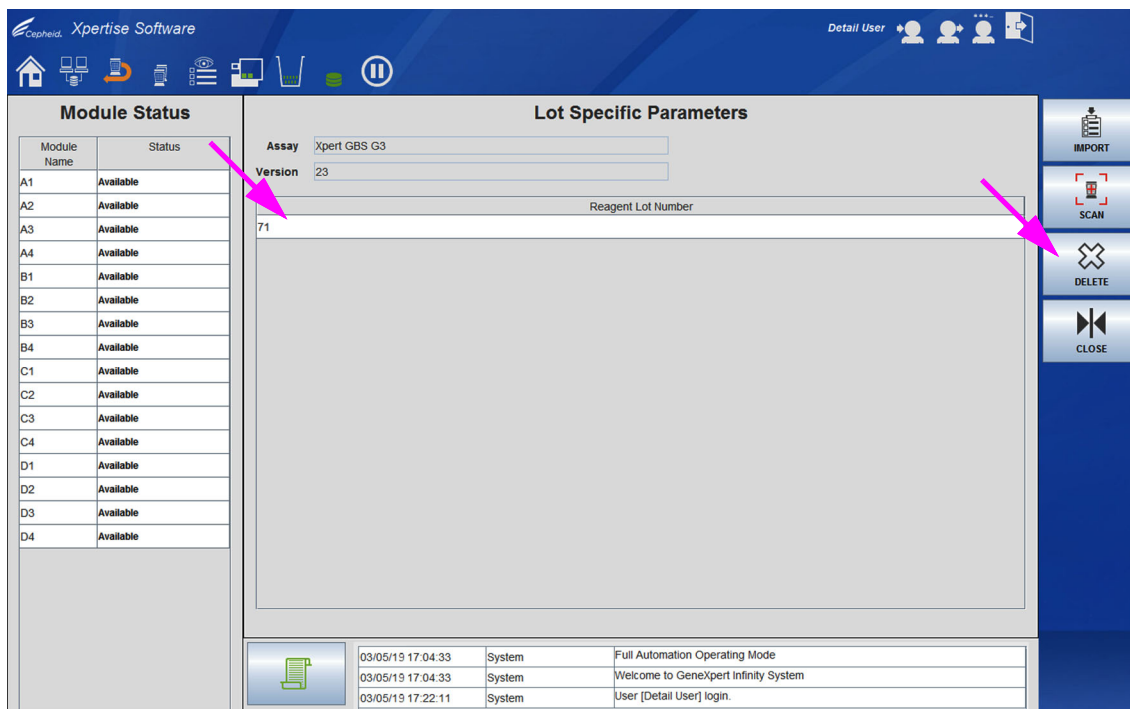

図 2-66. ロット特異的パラメータワークスペースからのアッセイの削除
図 2-66 を参照。
6. **閉じる (CLOSE)** ボタンを選択して、アッセイの管理 (Manage Assays) メニューに戻ります。図 2-66 を参照。